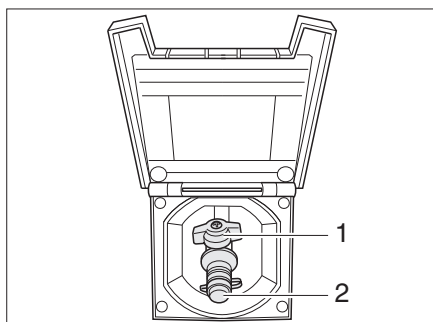

Fig. 145 Toma exterior de gas, válvula de paso de gas cerrada
La toma externa de gas (Fig. 145) está, en función del modelo, en la parte trasera o en el lado izquierdo o derecho del vehículo.
- Conectar el aparato de gas externo en el punto de conexión (Fig. 145,2).
- Abrir la válvula de paso de gas (Fig. 145,1).